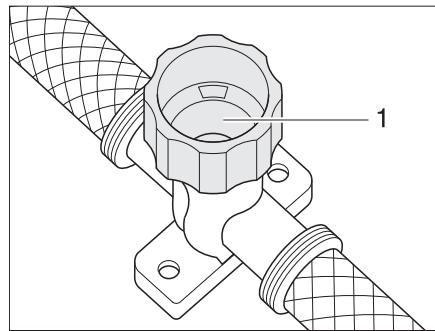

Fig. 131 Rubinetto di scarico per scaldacqua
- Chiudere il rubinetto di scarico. A tal fine ruotare il coperchio (Fig. 131,1) in senso orario.
- Aprire il rubinetto di scarico dello scaldacqua. A tal fine ruotare il coperchio (Fig. 131,1) in senso antiorario.